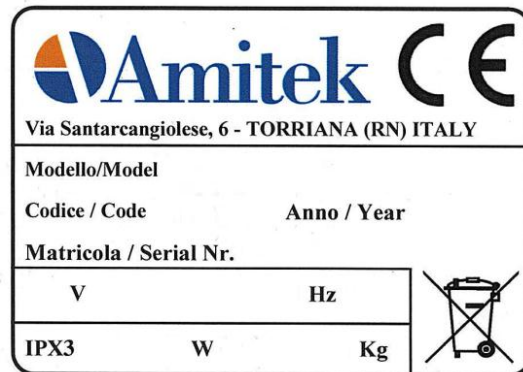

Fig.1
Wir bitten Sie, diese Bedienungsanleitung sorgfältig zu lesen und gut aufzubewahren, damit Sie bei evtl. Rückfragen jederzeit darin nachschlagen können. Bevor Sie das Gerät anschließen, vergewissern Sie sich, dass die auf dem Typenschild aufgeführten technischen Angaben mit Spannung und Frequenz Ihres Stromnetzes übereinstimmen (Abb.1).
1. Das technische Typenschild ist auf der Geräterückseite angebracht (Abb.1).